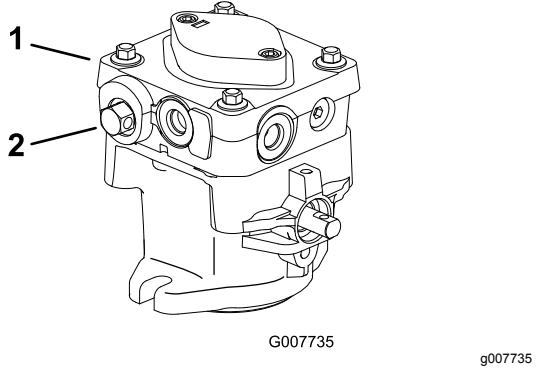

Figura 14
3. Aprite le valvole di bypass ruotandole in senso antiorario da 1 a 2 volte (Figura 14).